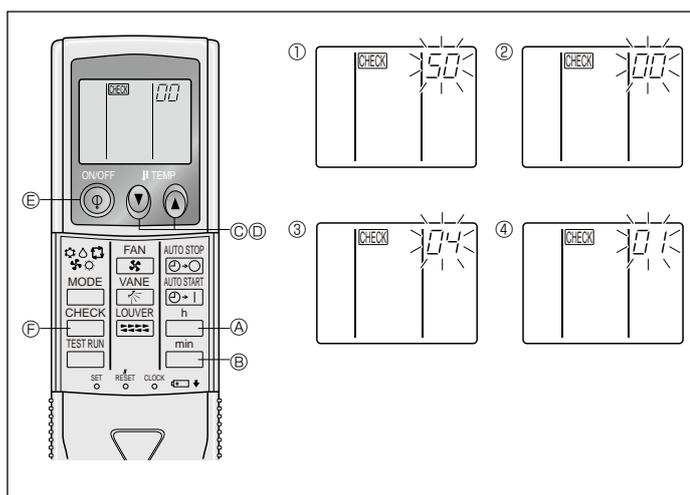

Fig. 7-18
7.4.2. С помощью беспроводного пульта дистанционного управления (Fig. 7-18)